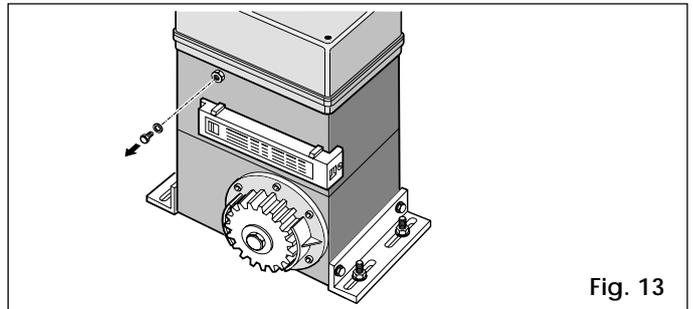

Fig. 13
- 7) Quitar el tornillo de salida de aire (Fig. 13) y guardarlo.